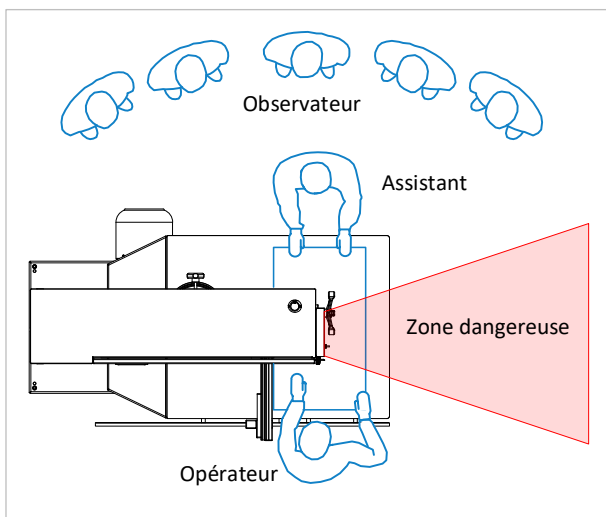

Figure 3 : zone dangereuse autour de la machine
- ⚠ Comportement en cas de rupture du ruban** : Appuyer sur l'arrêt d'urgence et attendre impérativement l'arrêt complet de toutes les roues de la bande avant de prendre d'autres mesures. Seule la roue inférieure est freinée ! Dans la zone dangereuse à côté de la machine (voir ⇒ Figure 3), il y a danger de mort en cas de rupture du ruban !